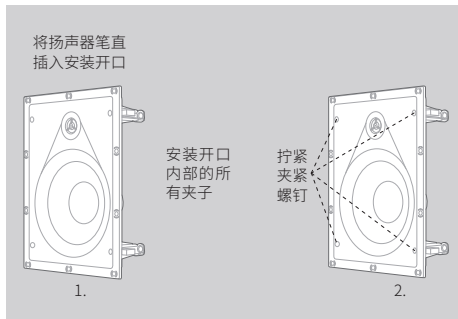

图 7
3. 将扬声器插入开口。使用螺丝刀拧紧扬声器前面的四个螺丝。扬声器支架将对墙壁材料施压。(图 7)